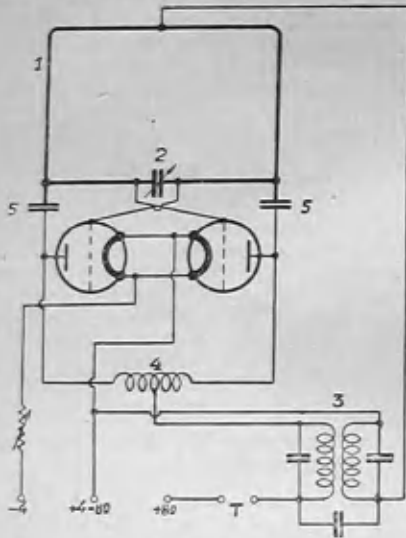

Рис. 1
Практика работы с ультракороткими волнами дает целый ряд схем, вполне пригодных для нашего случая. Для описываемого ниже приемника мы остановились на двухтактной схеме с суперрегенерацией из тех соображений, что суперрегенератор дает более расплывчатую настройку, иными словами, каждая станция слышна на более широком участке шкалы, чем в обычном регенераторе. Принципиальная схема сама по себе не претендует на оригинальность, так как была известна раньше (рис. 1). Две лампы типа Микро или Р-5 (при хорошей амортизации можно смело применять лампы Микро) работают в двухтактной схеме с непосредственной связью анодов с сетками. Колебательный контур состоит из витка (1) и переменного конденсатора (2); связь с лампами осуществляется, как обычно, через разделительные конденсаторы (5). Контур звуковой частоты составлен из катушек (3) и емкостей. Для избежания утечки высокой частоты аноды ламп блокированы дросселем (4).